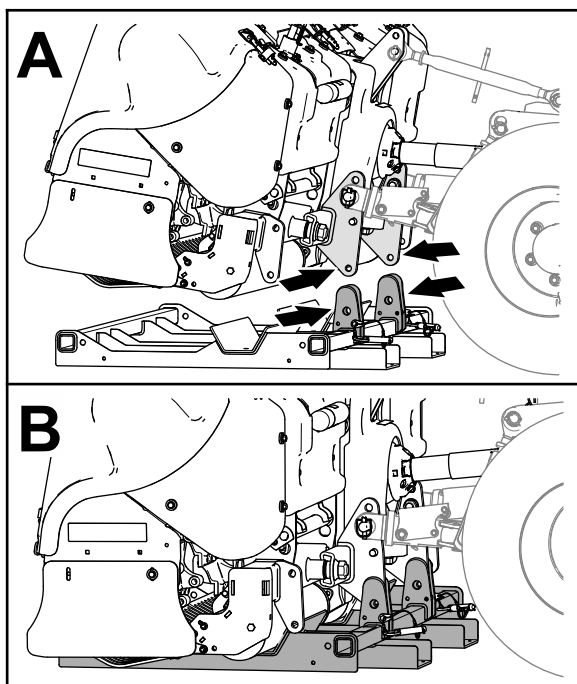

Figura 45
1. Alinhe as placas de suporte do suporte de armazenamento com o suporte na armação do engate da máquina (Figura 45)
2. Desça a máquina para o suporte de armazenamento até que os furos no suporte estejam alinhados com os furos no suporte do engate (**Figura 45**).